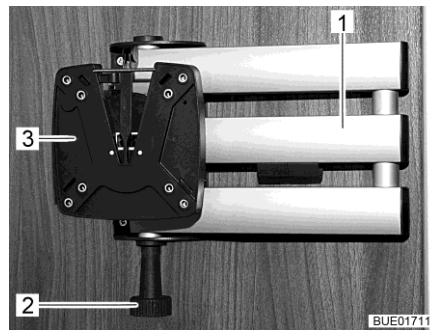

Fig. 67 Support (bras articulé de deux pièces)
- Tirer sur le bouton de déverrouillage (Fig. 67,2). Le bras articulé (Fig. 67,1) est déverrouillé.
- Faire retourner l'écran plat dans sa position initiale jusqu'à ce que le support (Fig. 67,3) s'enclenche de manière audible dans le dispositif de verrouillage.